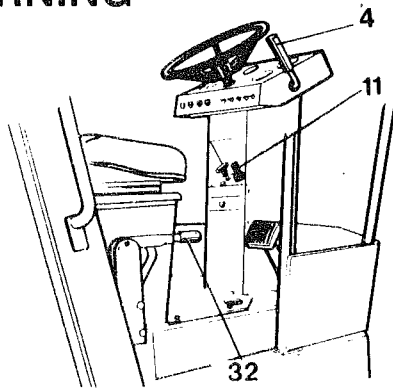

Fig 7 Förarplats
(Max.hastigheten erhålls vid fullt utslag på (4), fig 7.)
- 4 Lossa parkeringsbromsen (32), fig 7, genom att föra spaken framåt - nedåt. Varningslampan för parkeringsbromsen ska då slockna.
- 5 För fram-/backspaken (4), fig 7, försiktigt framåt eller bakåt - beroende på önskad körriktning. Kontrollera först att området framför och/eller bakom välten är fritt.